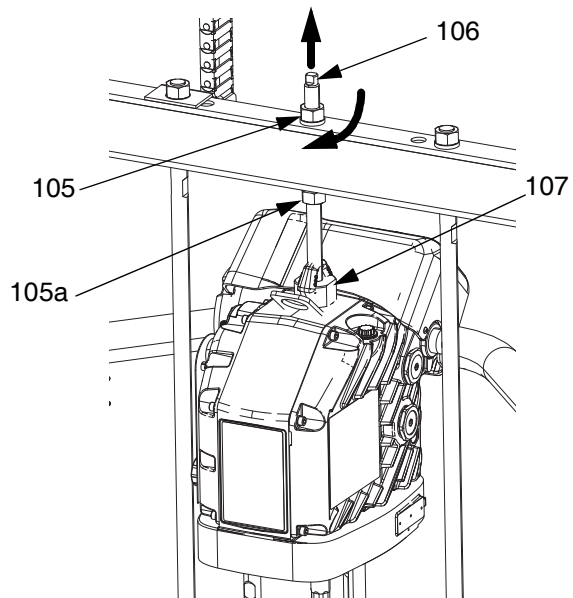

FIG. 36
1. Insérer le bas de pompe (AC) sur le cylindre (AD). Suivre les étapes de **Connexion du cylindre** à la page 45.
3. Brancher le moteur (AB) :
- a. Utiliser une clé sur l'écrou (105) sur le haut de la barre de l'élévateur pour abaisser le moteur (AB) sur le bas de pompe (AC). Voir la FIG. 36 à la page 46. Serrer l'écrou (105) vers le haut et le serrer sous la barre de l'élévateur. Serrer l'écrou (105) en dessous de la barre transversale à un couple maximum de 34 N•m.